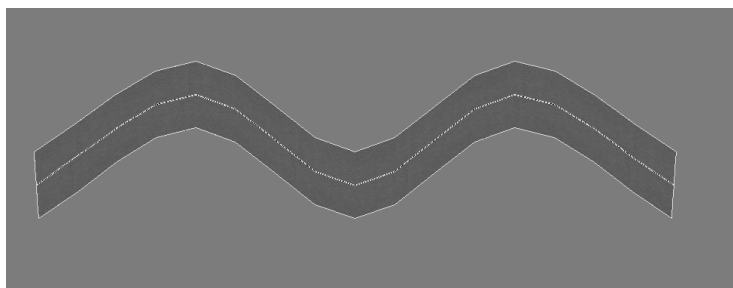

Рисунок 18.25. Вид текстуры дороги, правильно выровненной по геометрической форме дороги
11. Закройте окно Edit UVWs. На рис. 18.25 показана дорога с правильно назначенными для нее пропорциональными координатами проецирования.
Теперь текстура дороги правильно выровнена по геометрической форме дороги. Если же полученный результат не соответствует рис. 18.25, откройте файл сцены `road01.max`, который находится в папке `CHAPTER18/MAXFILES` на сопровождающем эту книгу CD-ROM, и сравните с ним результаты своей работы.